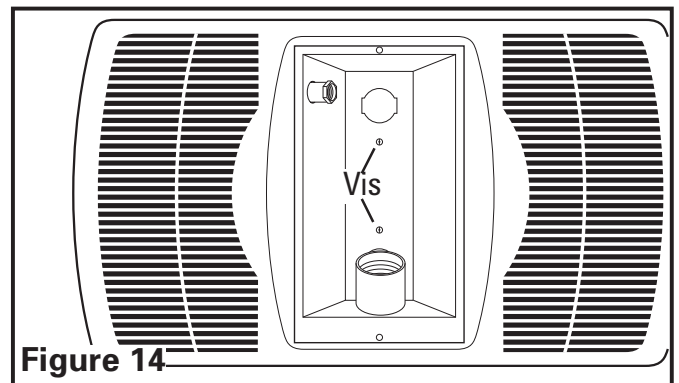

Figure 14
4. Attacher le réflecteur de lumière en place avec les deux vis enlevées durant l'Étape 2 de la SECTION 1 Préparation de l'unité, de sorte que la grille s'ajuste solidement contre le plafond (Figure 14).